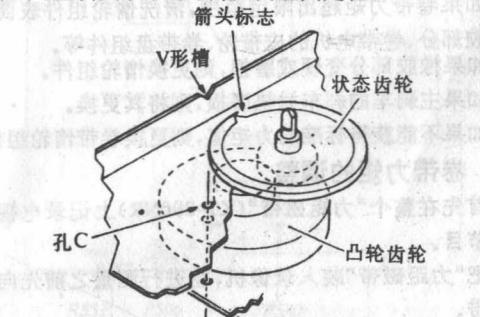

图 1-4-1 凸轮齿轮/状态齿轮
- ① 确认主机座上的孔 C 与凸轮齿轮上的孔及加载驱动底座上的孔成一条直线,如图 1-4-1 所示。如果不对,则沿着图 1-4-1 中所示方向转动全加载驱动的皮带轮齿轮组件,使录像机到快进(FF)方式(参照图 1-3-27)。
- ② 确认状态齿轮上的箭头标志与 V 形槽对准,如果没有对准,则重新安装状态齿轮,调整其定位。